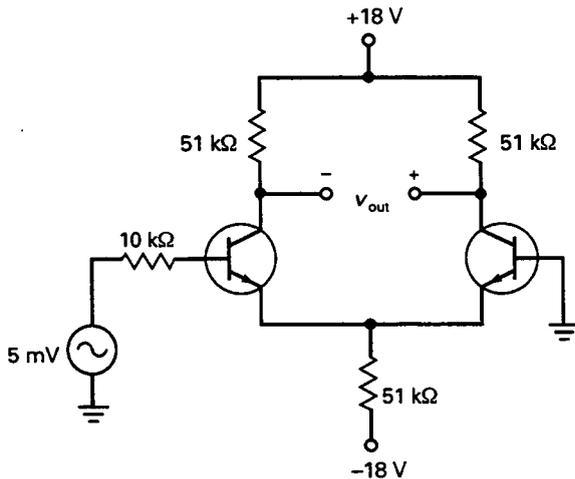

Figura 17-36
17-8. El amplificador diferencial de la Figura 17-36 tiene $A = 360$, $I_{in(polarización)} = 600 \text{ nA}$, $I_{in(offset)} = 100 \text{ nA}$ y $V_{in(offset)} = 1 \text{ mV}$. ¿Cuál es la tensión error de salida? Si se usa una resistencia de base adaptada, ¿cuál es la tensión error de salida?
17-9. El amplificador diferencial de la Figura 17-36 tiene $A = 250$, $I_{in(polarización)} = 1 \text{ }\mu\text{A}$, $I_{in(offset)} = 200 \text{ nA}$ y $V_{in(offset)} = 5 \text{ mV}$. ¿Cuál es la tensión error de salida? Si se usa una resistencia de base adaptada, ¿cuál es la tensión error de salida?
- 17-15. Se conecta una resistencia de carga de $27 \text{ k}\Omega$ en la salida diferencial de la Figura 17-36. ¿Cuál es la tensión en la carga?
- 17-16. ¿Cuál es la corriente por la carga en la Figura 17-36 si se conecta un amperímetro a la salida?